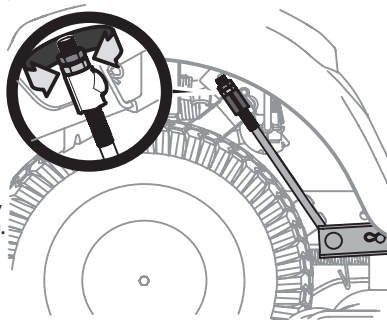

Figura 20
3. Debajo de los guardabarros traseros dentro de las ruedas hay una varilla de ajuste de elevación para cada lado de la plataforma. Consulte la Figura 20.